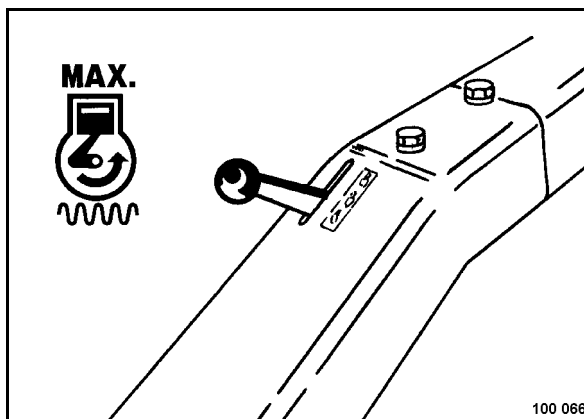

рис. 20
- Установить рычаг управления частотой вращения (рис. 20) в положение "MAX".